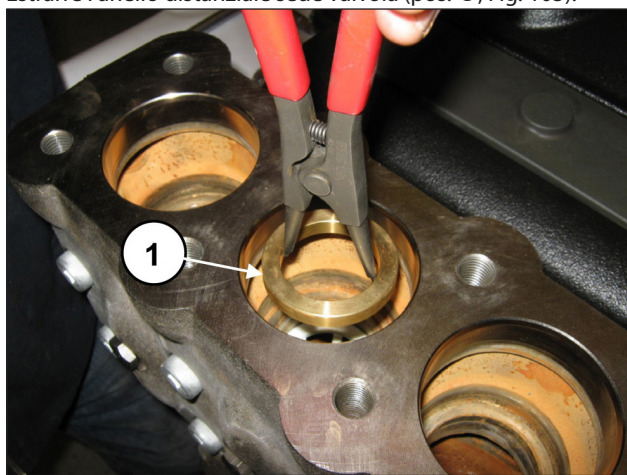

Fig. 105
Estrarre l'anello distanziale sede valvola (pos. ①, Fig. 105).